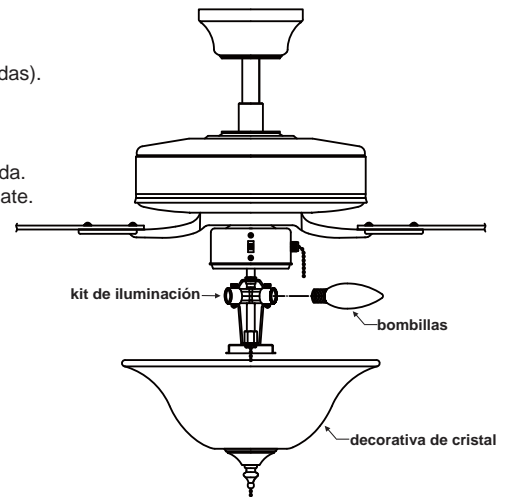

Figura 21
1. Instale las bombillas de candelabro de 60W (incluidas). (Figura 21)